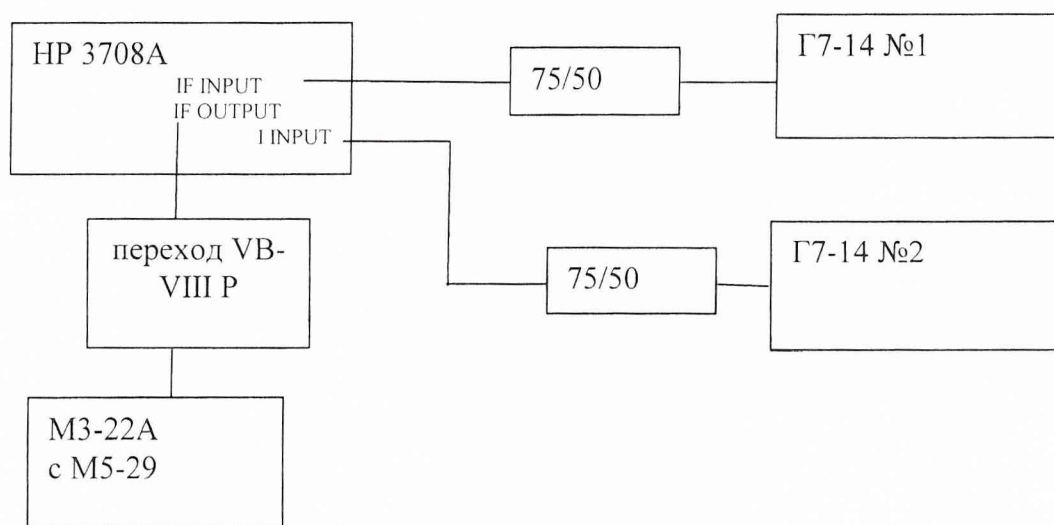

Рис. 6
4. Собрать схему согласно рис. 6.